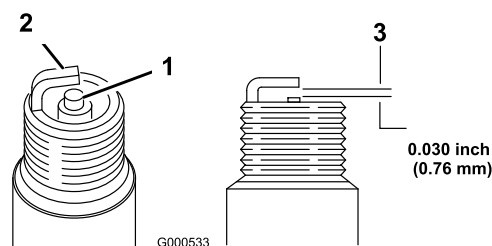

Figura 52
1. Veja a parte central das velas de ignição (Figura 52).
2. Verifique a folga entre os eléctrodos central e lateral (Figura 52) e dobre o eléctrodo lateral, se verificar uma folga incorrecta.